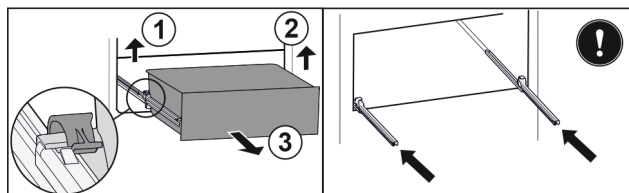

Fig. 110
- Løft venstre klemme og trekk samtidig skuffen fremover til venstre. Fig. 110 (1)
- Løft høyre klemme og trekk samtidig skuffen fremover til høyre. Fig. 110 (2)
- Ta ut skuffen framover. Fig. 110 (3)